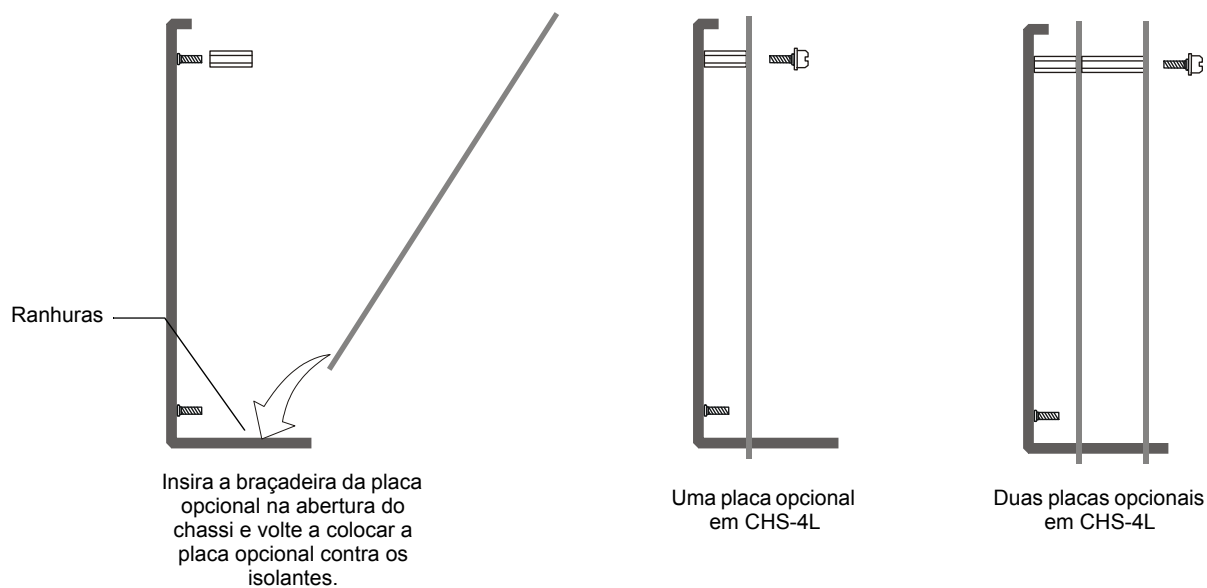

Figura 3.11 Montaje de una placa opcional en un chasis (se muestra CHS-4L)
1. Deslize as braçadeiras que estão na parte inferior da placa opcional dentro das aberturas do chassi assim como aparece na figura 3.11.